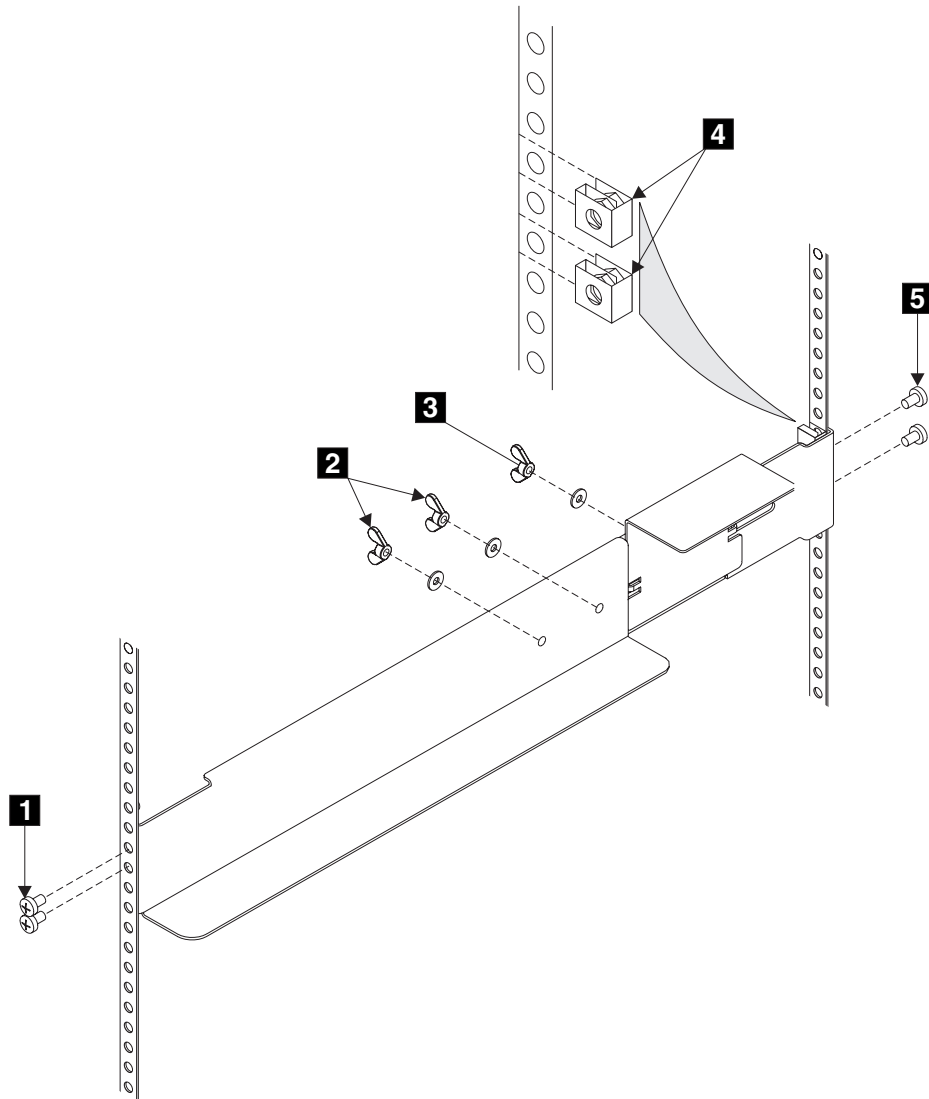

図 25. 2145 UPS 用サポート・レールのラックへの取り付け
1. ナット・クリップ **4** をラックに取り付けます (58 ページの図 25 を参照)。これらのナット・クリップは、サポート・レール・フランジの 2 番目と 4 番目の穴に位置が合っている必要があります。